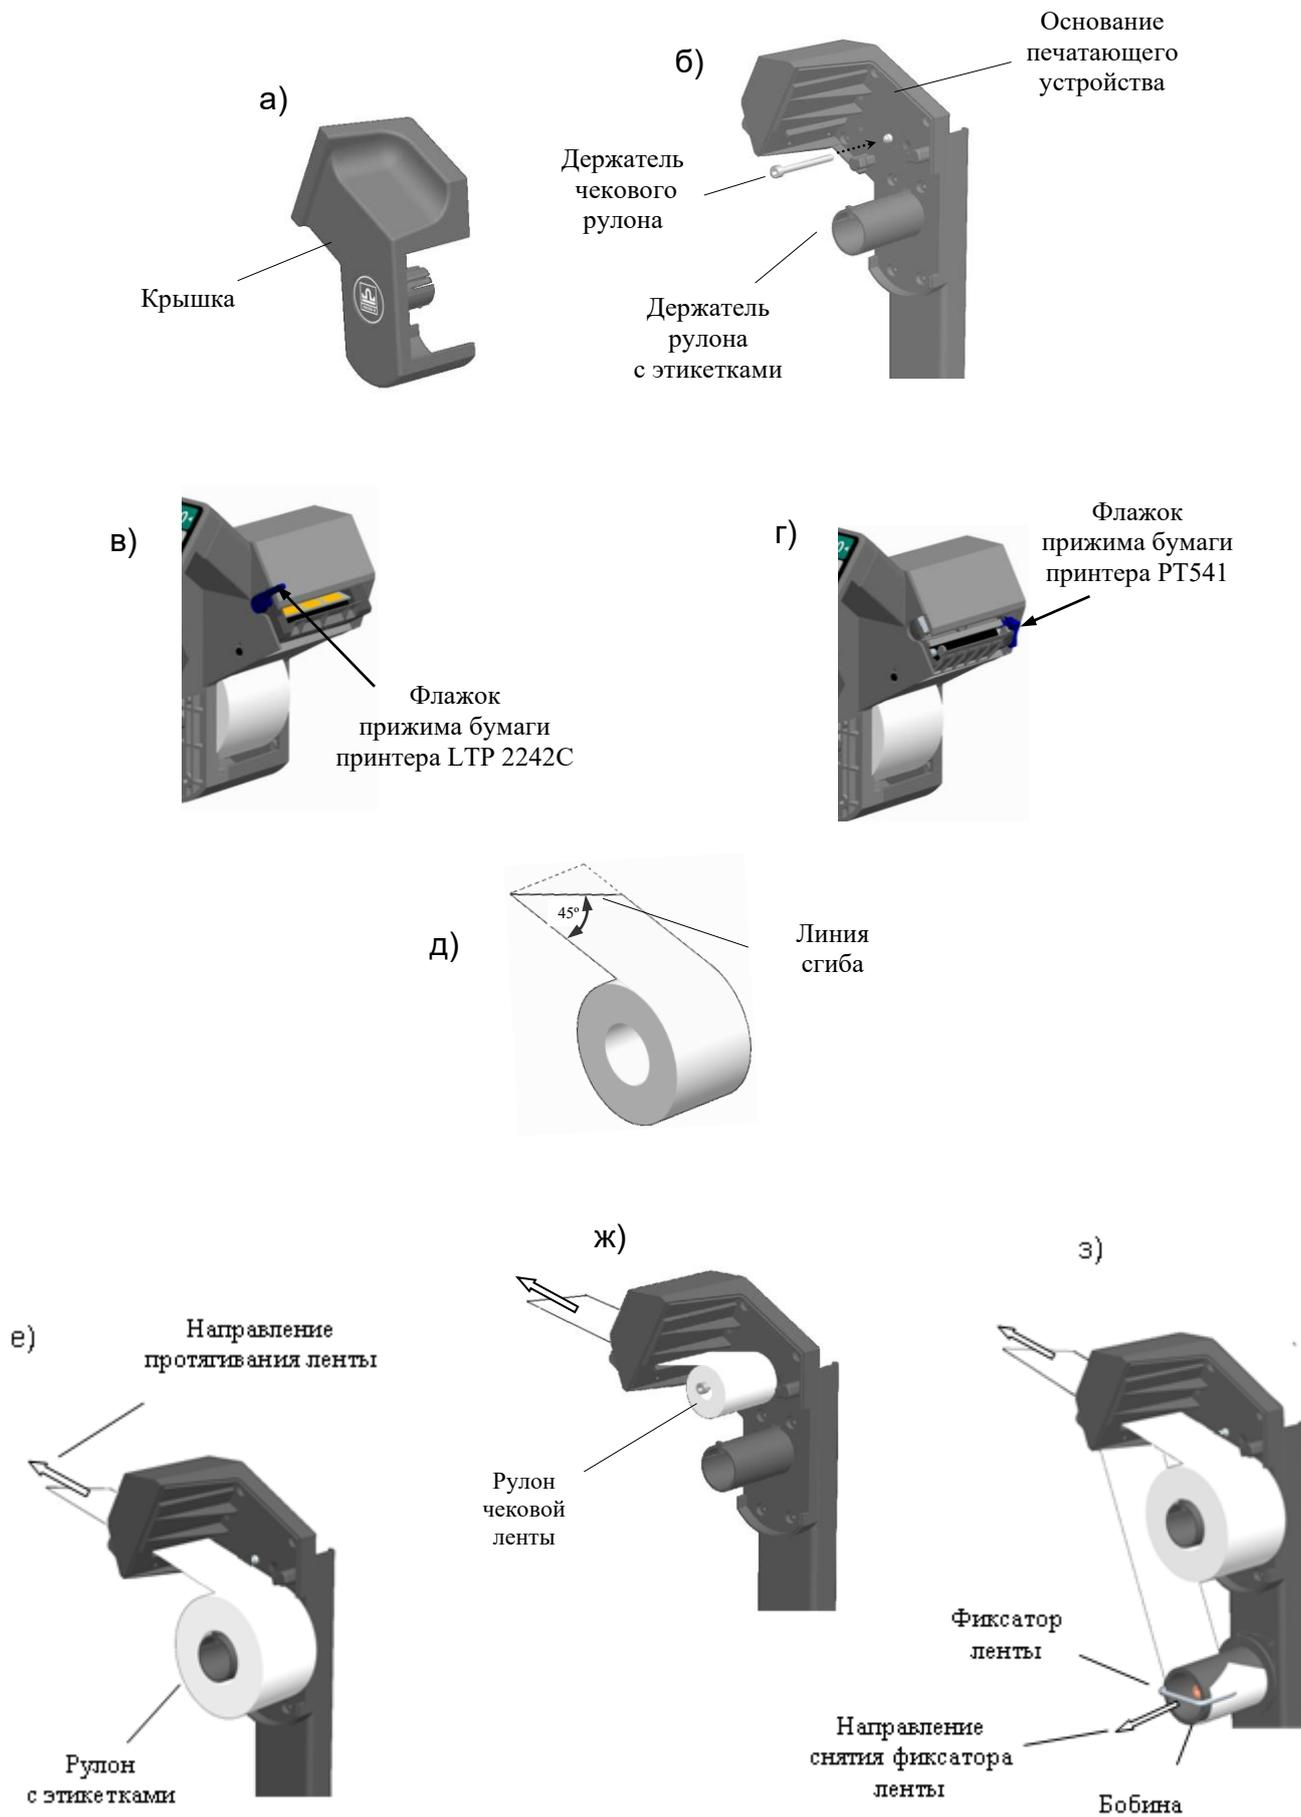

Рис. 2.3 – Установка рулонов в терминалах RP и R2P Дополнить картинку
☞ Для работы с чековой лентой в терминале необходимо установить держатель чекового рулона (рис. 2.3 б), который входит в комплект поставки.
- Легким рывком снять крышку печатающего устройства (Рис. 2.3 а, б).
- Поднять флажок прижима бумаги (Рис. 2.3 в, г).
- Плотнo согнуть конец ленты нового рулона под углом 45° (Рис. 2.3 д).
- Надеть рулон на соответствующий держатель (Рис. 2.3 е, ж).
- Снять фиксатор с бобины (Рис. 2.3 з).